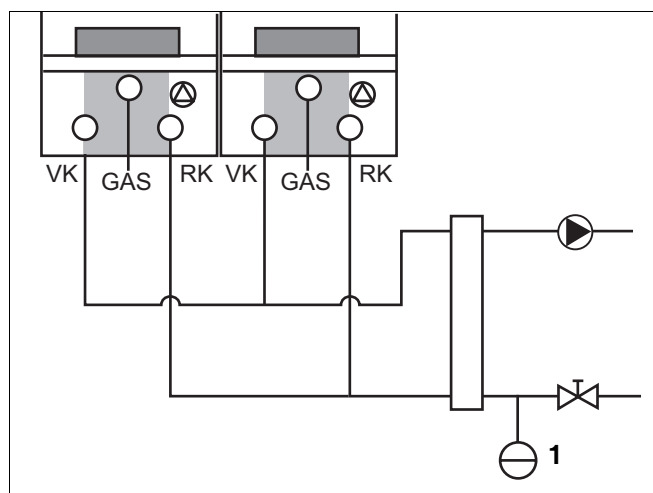

Fig. 15 Tilslutning af ekspansionsbeholder ved kaskadeopstilling
- Slut ekspansionsbeholderen til i returledningen på trevejsventilens sekundære side (fig. 15), så kedlen er i forbindelse med ekspansionsbeholderen (fig. 15).